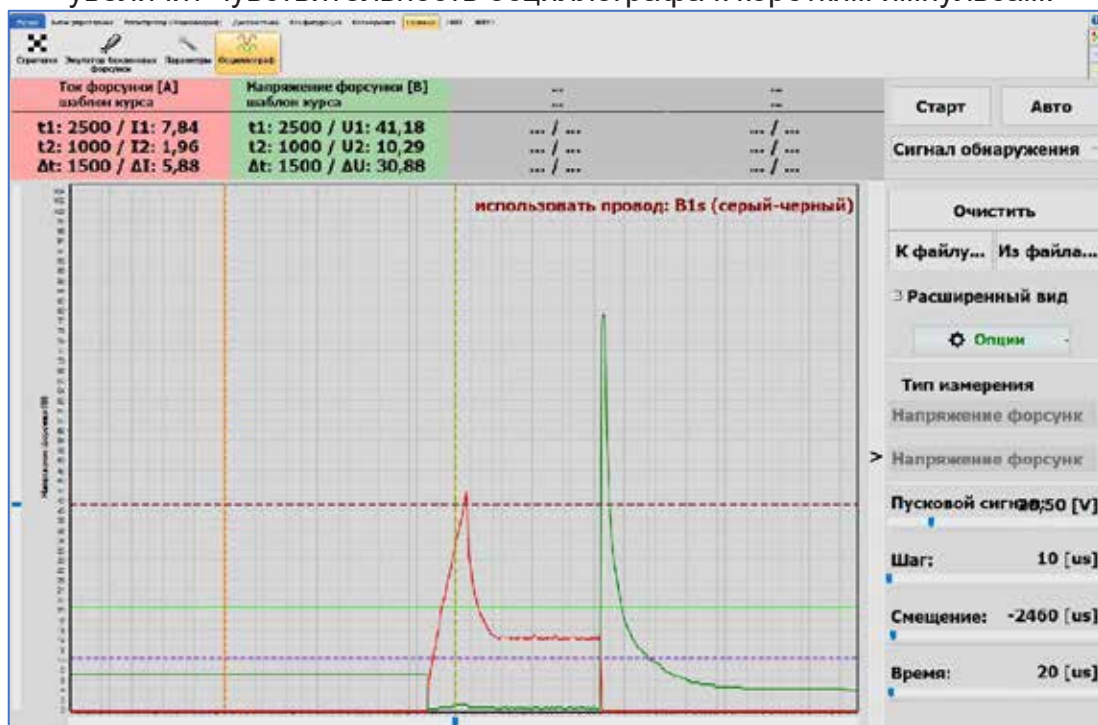

Рис. 2.123 Редактирование временного смещения на сигнале
- Редактировать смещения – позволяет перемещать выбранные сигналы на временной шкале. Сигнал, который необходимо переместить, следует выбрать, щелкнув его окно значений. Смещение задается с помощью ползунка под осциллограммами, а текущее значение смещения времени отображается в красном квадрате (**Рис. 2.123**).